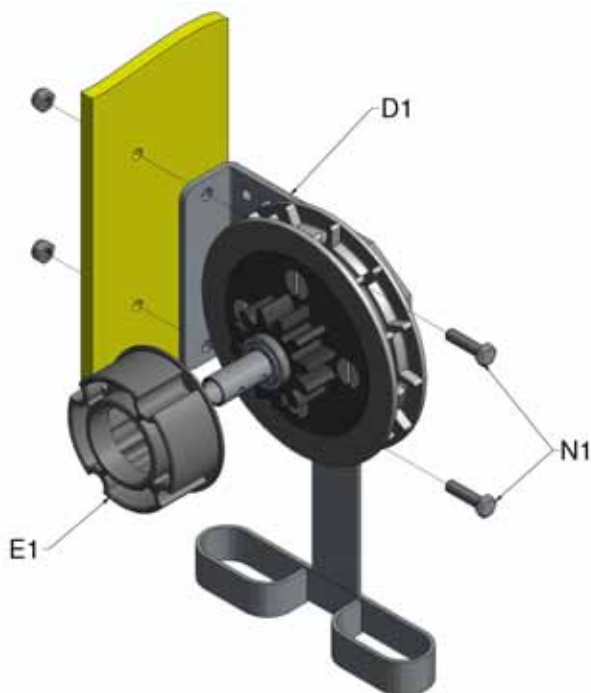
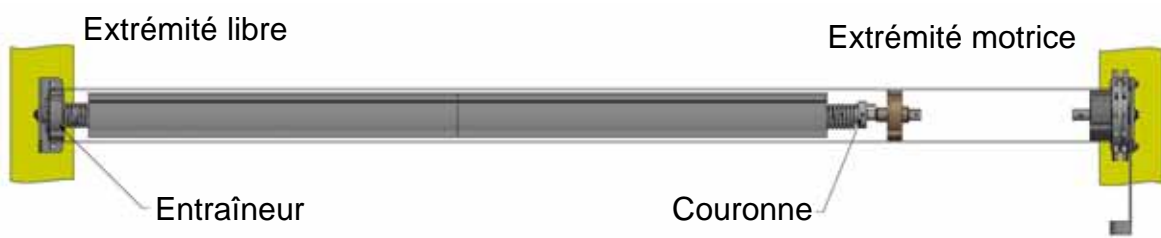

Figure 4a, Fixer le support d'entraînement au bâtiment
Figure 4b, Porte droite, support d'entraînement sur la droite
- Faites glisser le collier d'entraînement (E1) sur la roue de la chaîne, attachée au support d'entraînement (D1) et boulonnez le montage au bâtiment avec les fixations M8 fournies, figure 4a. L'orientation du support d'entraînement correspond à la spécification indiquée, lorsque vous avez commandé votre porte, voir la figure 4b / 4c, le ressort est situé sur le côté opposé. Si vous souhaitez fixer le ressort sur le côté opposé à celui commandé, consultez les instructions dans l'Annexe I.